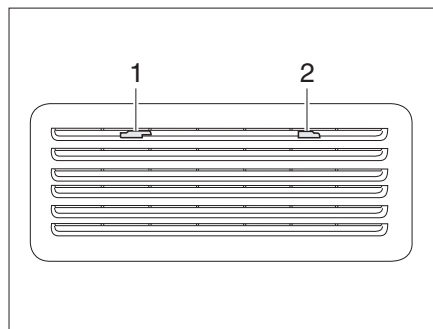

Fig. 213 Grille d'aération du réfrigérateur (Thetford)
- Pousser le dispositif de blocage (Fig. 213,1) vers le milieu.